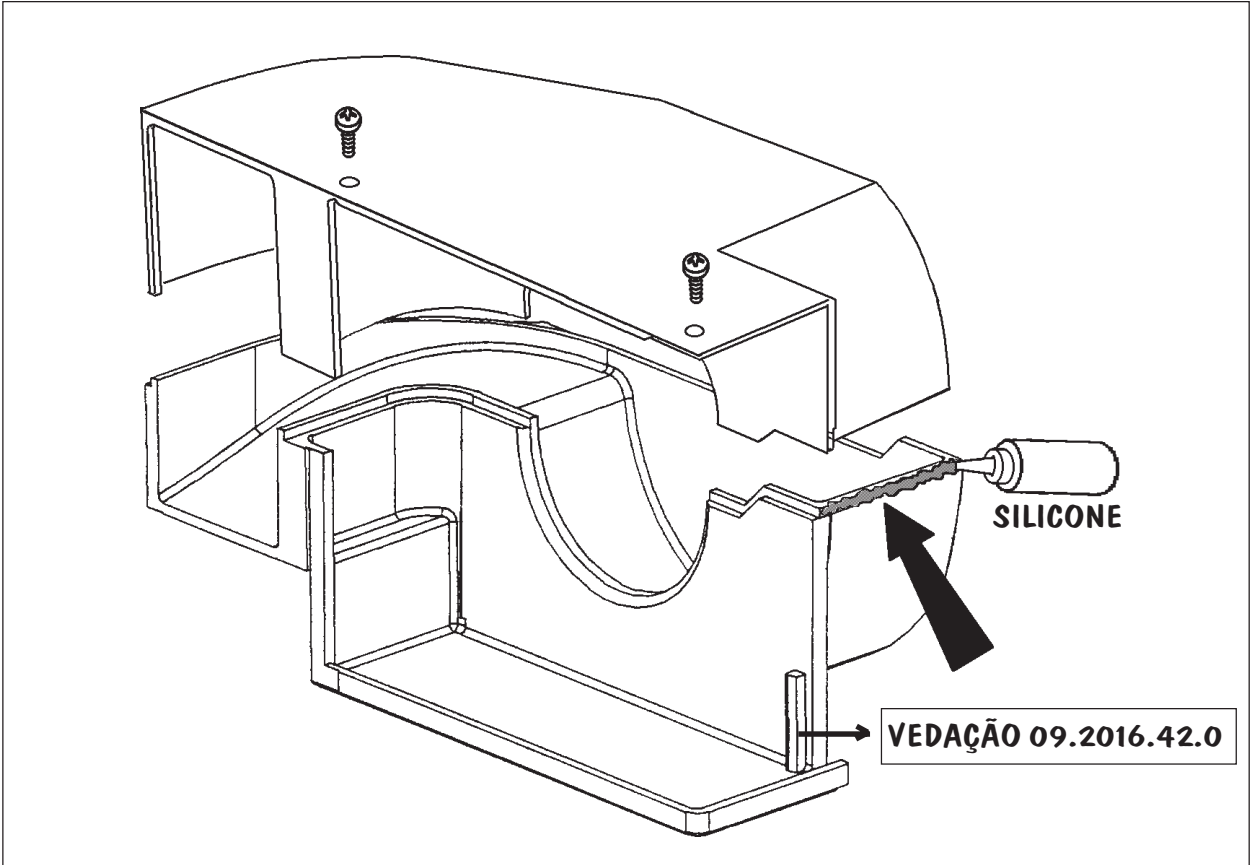

Fig.01
- Vedar o encaixe entre as Evolutas Superior e Inferior com Silicone (veja fig.01);